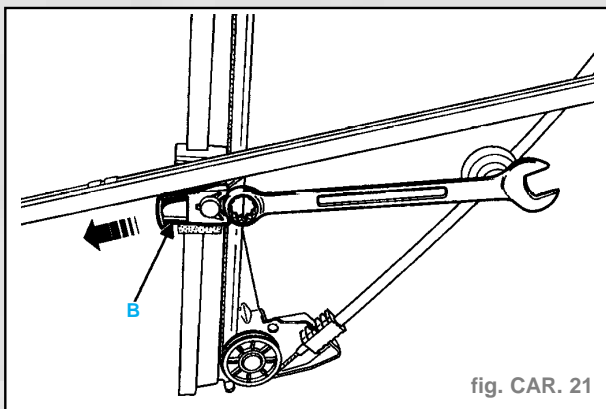

fig. CAR. 21
- Pour déposer la fourchette sans l'altérer, il est recommandé d'écarter les ergots à l'aide d'une clé à oeil de 13 (fig. CAR. 21).